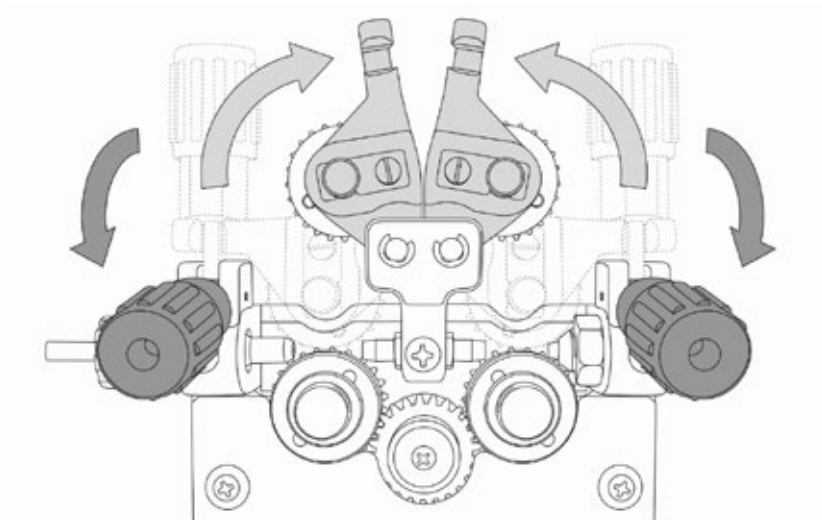

Рис. 8.6.1. Открытие механизма подачи проволоки.
1. Откройте механизм подачи проволоки. Потяните на себя механизмы прижима (См. рис. 8.6.1).